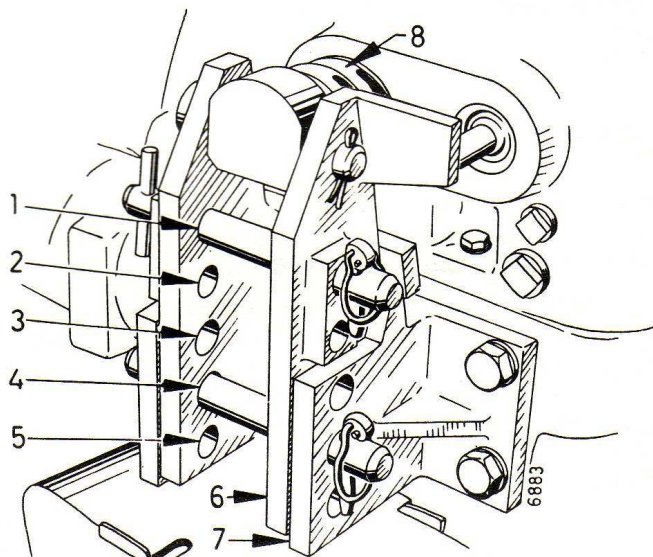

Fig. 77
La chape d'attelage (6) fig. 77 est munie de trois trous (3, 4, 5) correspondant à ceux du support de l'attelage remorque (7) et deux trous au sommet (1 et 2) pour l'accrochage de la barre de poussée. La sensibilité du système est obtenue en fixant la barre de poussée soit au trou supérieur (1), soit au trou inférieur (2).
Pour commencer, fixez la barre de poussée au trou supérieur (1) fig. 77.
Si cela n'est pas suffisant, remontez l'axe de pivot de l'attelage élastique (6) fig. 77 sur le support, de (5) en (4).